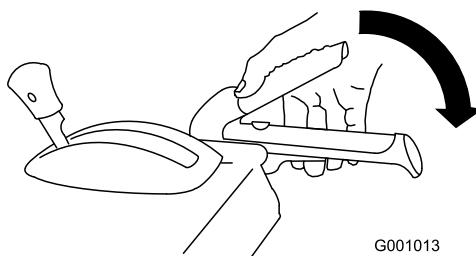

Figure 37
- Pour engager la vis sans fin/turbine, serrez le levier droit (vis sans fin/turbine) contre la poignée (Figure 37).